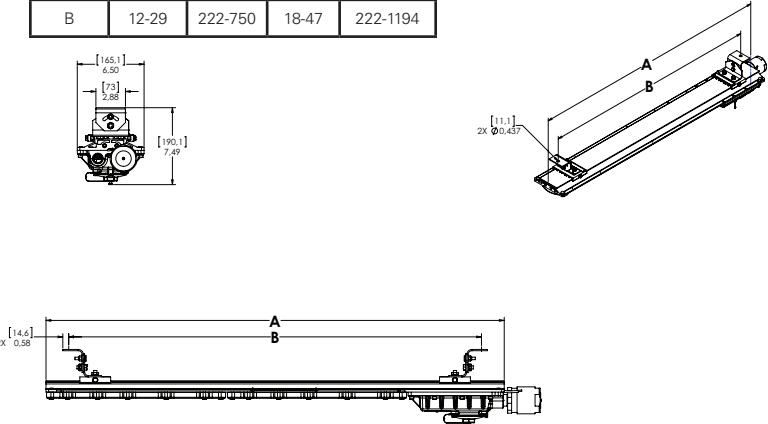

Figura 4. ZP1057MTK Instalación del montaje giratorio
- Marcar y perforar los agujeros para fijar los soportes giratorios. Utilice dos (2) pernos de 3/8" (no se incluyen) en el centro para centrar las medidas. Para los soportes giratorios, los agujeros pueden tener espacio entre sí según sea necesario. Para los cuatro pies, es necesario mantenerlos al menos a 18" (457mm) de distancia (ver la Figura 4) (vea la tabla del rango total del montaje).